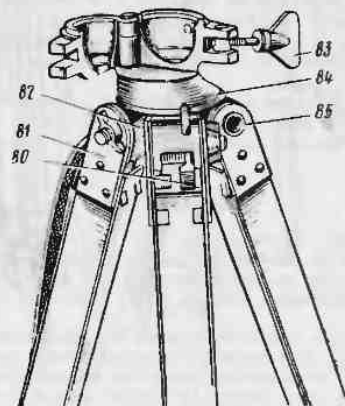
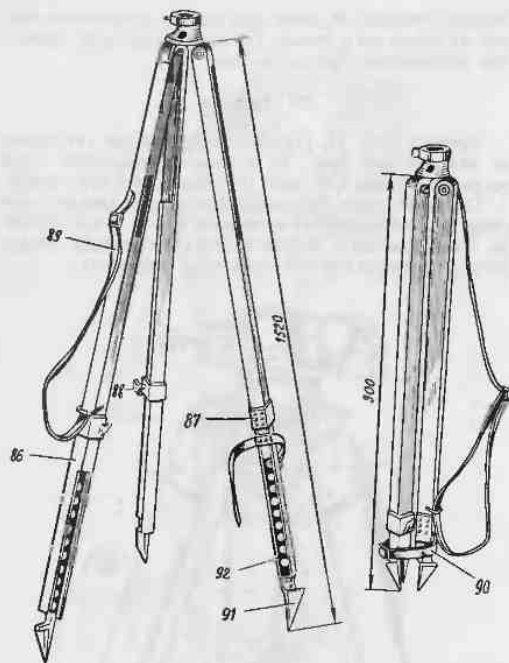

РИС. 11. ВЕРХ ТРЕНОГИ С ЧАШКОЙ:
РИС. 12 ТРЕНОГА В БОЕВОМ И ПОХОДНОМ ПОЛОЖЕНИЯХ.
Червячное колесо 10 (рис. 4 и 5) является основанием, на котором собраны все механизмы буссоли. К нижней части червячного колеса прикреплен наконечник 9 для установки и закрепления буссоли в чашке 84 (рис. 11) треноги.
Тренога (рис. 11, 12) предназначена для установки на ней буссоли (рис. 2) в боевом положении. Она состоит из головки 82 (рис. 11), опоры 84 и трех ножек.
Обе части опоры при установке буссоли скрепляются зажимным винтом 83 (рис. 11). В нижней части опоры 84 имеется винт с двумя резьбами: у основания — резьба для ввинчивания в головку 82, на остальной части винта — резьба для ввинчивания в дерево при работе с буссолью без треноги. На опоре 84 имеется угловой паз для защелки 80, удерживающей опору от самопроизвольного вывинчивания из головки 82.
Ножки треноги раздвижные, и каждая из них состоит из двух швеллеров 86 (рис. 12), усиленных в верхней части накладками 81 (рис. 11).
Ножки треноги соединены шарнирно с головкой 82 осми 85. В нижних частях швеллеров 86 (рис. 12) размещены зажимы 87 с винтами 88 и барашками для закрепления выдвигающихся тавров 92. На нижних концах тавров 92 имеются башмаки 91 с выступами для надавливания ногой при углублении ножек треноги в землю.
9.2.1. Перевод прибора в боевое положение выполнять в такой последовательности (рис. 11, 12).
- вставить буссоль наконечником 9 (рис. 4) в опору 84 (рис. 11) и, придерживая ее левой рукой, правой предварительно завернуть зажимной винт 83 опоры;
- слегка покачивая предварительно закрепленную буссоль, добиться установки пузырька шарового уровня 17 (рис. 4) в центре кольцевых рисок, после чего завернуть зажимной винт 83 (рис. 11) до конца.